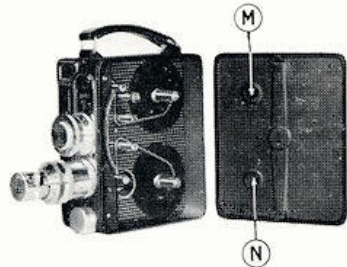

Fig. 4
3°) le couvercle est bien placé, c'est-à-dire que les axes des bobines tombent bien dans les alvéoles (M) et (N) prévues à cet effet dans le couvercle (fig. 4). Pour fermer tourner le bouton de 1/4 de tour dans le sens des aiguilles d'une montre et la marque « CHRISTEN » apparaît horizontale.